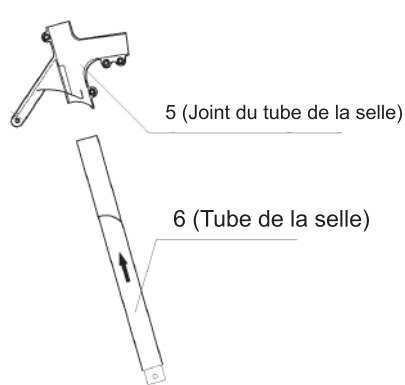

Figure 10-1.
b. Insérez la pièce 6 dans la pièce 5 dans le sens de la flèche de la pièce 6, comme le montre la Figure 10-1.